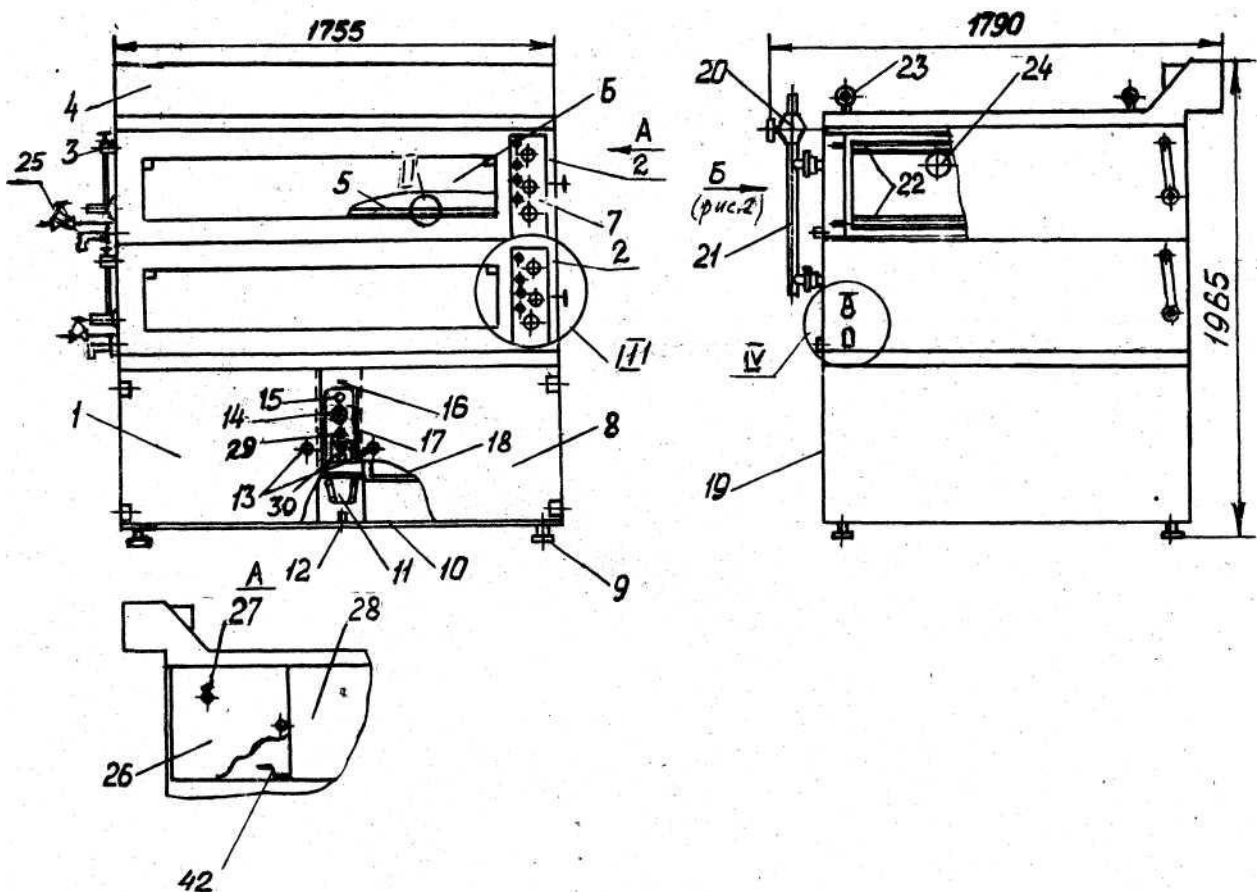

Рис. 1
Общий вид печи приведен на рис. 1 и 2.
- следить за работой устройства для создания влажности в камерах хлебопекарных шкафов; расход воды, истекающей из штуцера 39 в лоток 5 (см. рис. 1), должен быть минимально необходимым для поддержания требуемой влажности, определяемой технологией выпечки;
Установку печи (см. рис. 1 и 2) производить в следующем порядке: